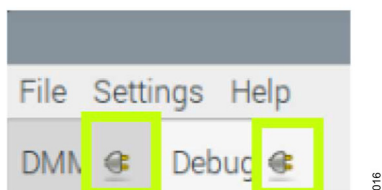

図 17. IIO Oscilloscope の[DMM]タブと[Debug]タブ
6. IIO Oscilloscope を開き、図 17 に示すように [DMM] タブと [Debug] タブをアンドックします。